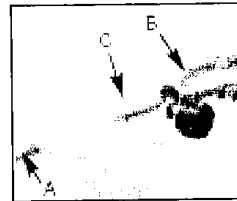

Fig. 3A
1. Débloquez le couvercle de la partie basse de la poignée (A). Poussez le levier de blocage (B) et insérez en même temps la tige basse dans l'embrayage (voir Fig. 3A).
2. Mettez et bloquez le levier de blocage dans le premier orifice (C) de l'arbre moteur voir Fig. 3A.